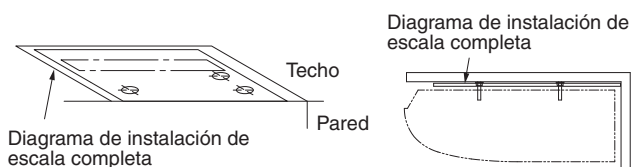

Fig. 3-9
- Si el diagrama de instalación de escala completa se coloca sobre el techo, podrán elegirse las ubicaciones de cada uno de los pernos de suspensión. Utilice un lápiz para marcar los orificios de taladrado (Fig. 3-9).